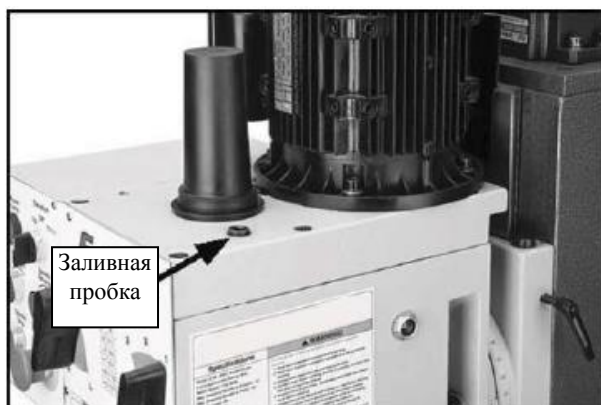

Рисунок 26. Маслозаливная пробка шпиндельной бабки.
3. Снимите заливную пробку (см. **Рисунок 26**).